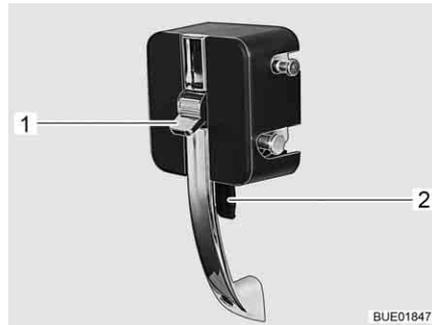

Fig. 39 Serratura della porta di ingresso, lato interno
*Apertura:* ■ Premere la leva (Fig. 39,2).
*Bloccaggio:* ■ Premere il cursore (Fig. 39,1) verso l'alto. È visibile una tacca rossa.